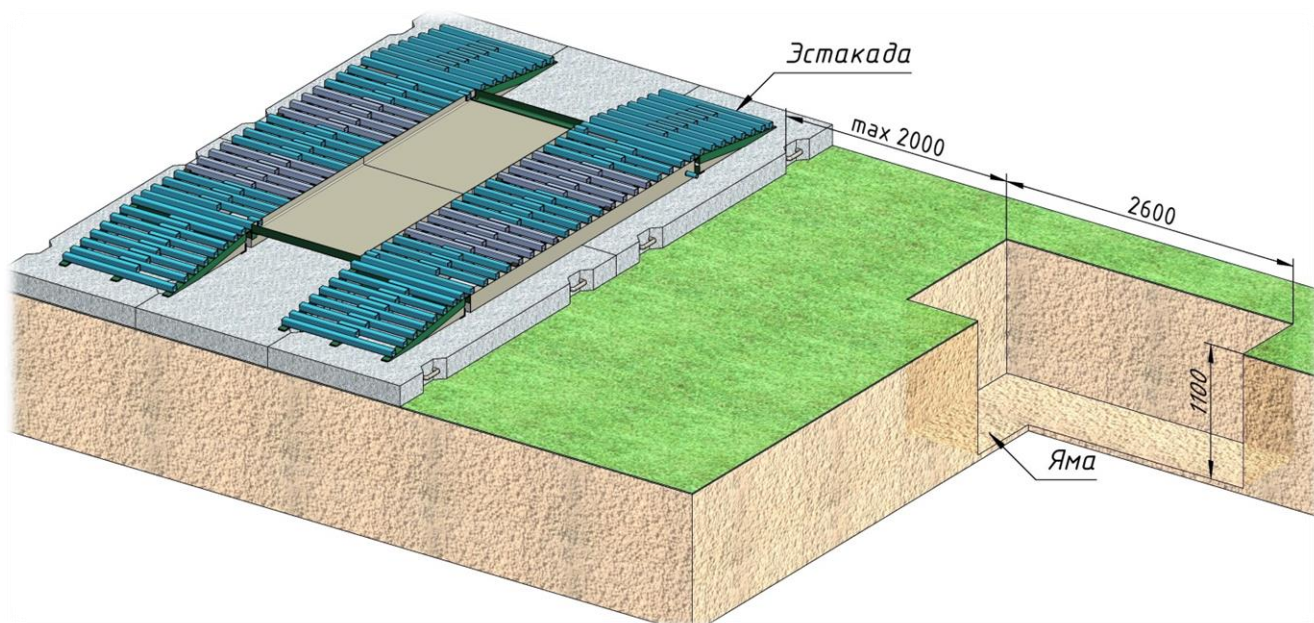

Рисунок 6
- выкапывается яма на расстоянии не более двух метров от эстакады (при её наличии) или дорожных плит. Размеры ямы по ширине и длине должны быть не менее 1300 мм и 2600 мм соответственно, а глубина её варьируется в пределах от 1000...1100 мм (смотри рис. 6);